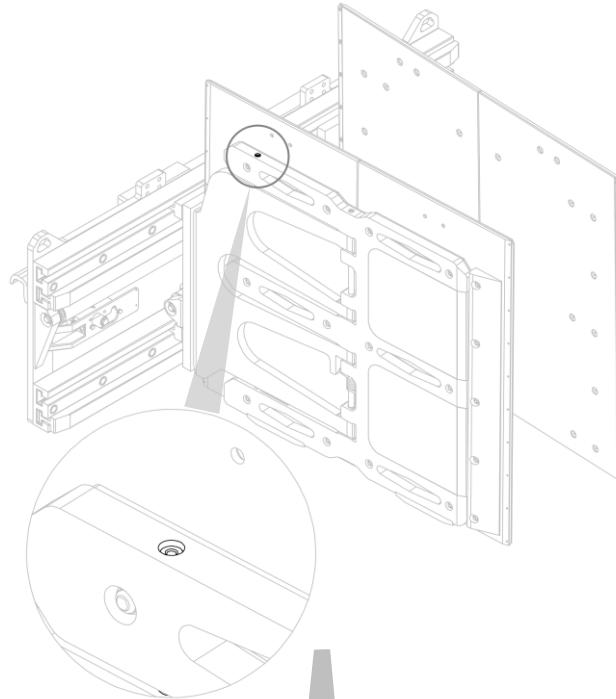
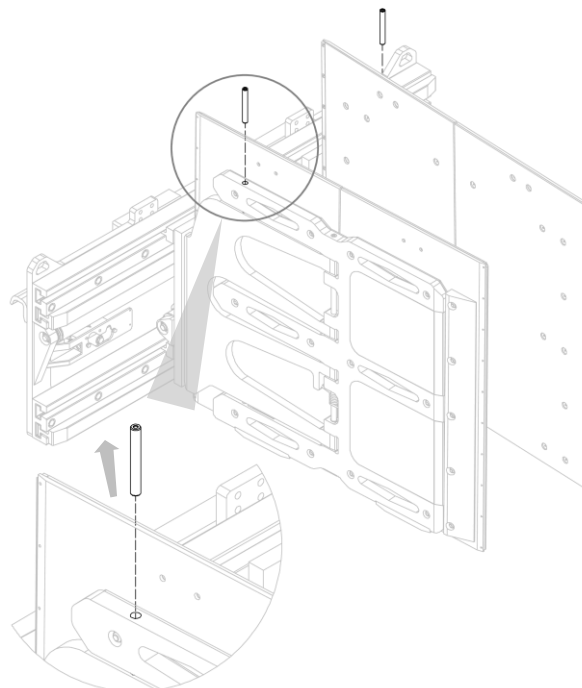

Figure 63
Figure 64
2. Retirer, une par une, les goupilles anti-oscillation supérieures (voir *Figure 63* e *Figure 64*).